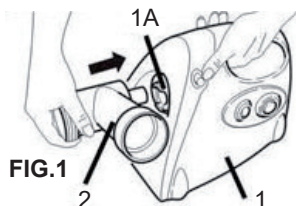

FIG.1
Positionner la goulotte d'alimentation (2) dans le raccord prévu (1A) du bloc moteur (fig.1).